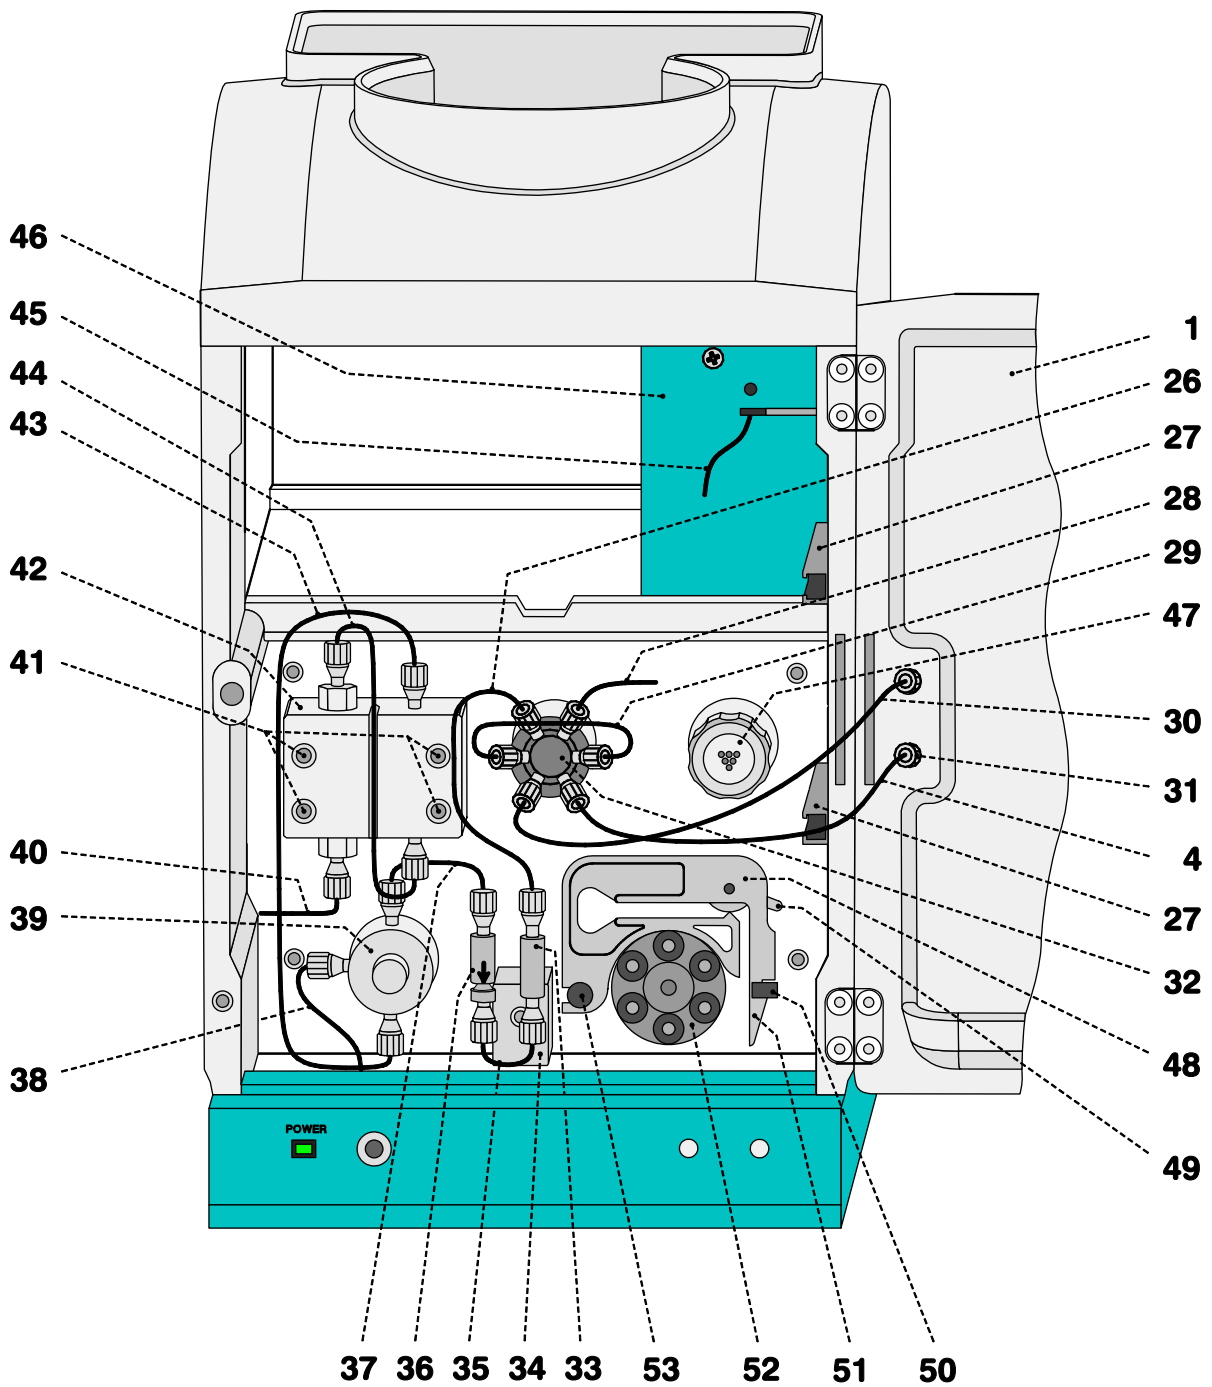

Fig. 4: *Intérieur du Compact IC 2.761.0020 (avec les accessoires installés fixes et bloc détecteur 1.733.0110)*
- Installer par l'arrière le bloc détecteur **46** sur la partie droite de la surface prévue à cet effet dans le Compact IC 761 et le repousser complètement vers l'avant (cf. *fig. 3 ou fig. 4*).